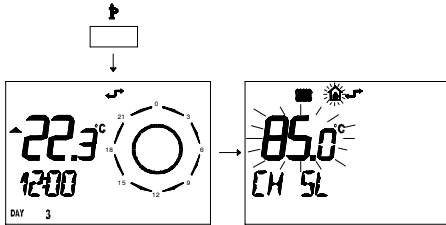

fig. 5.25
- 1 Premere per più di 3 secondi il pulsante per entrare in modalità *INFO*. (fig. 5.25)